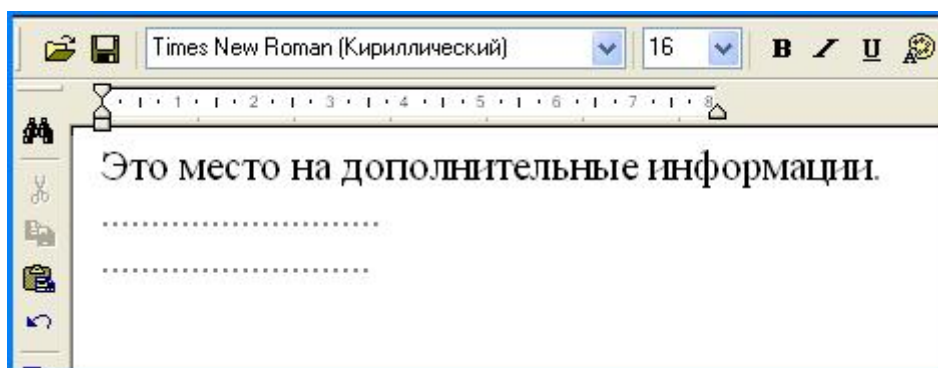

Рис. 35. Редактор описания конструкции
1.2.5 Редактор описания конструкции (Рис. 35)